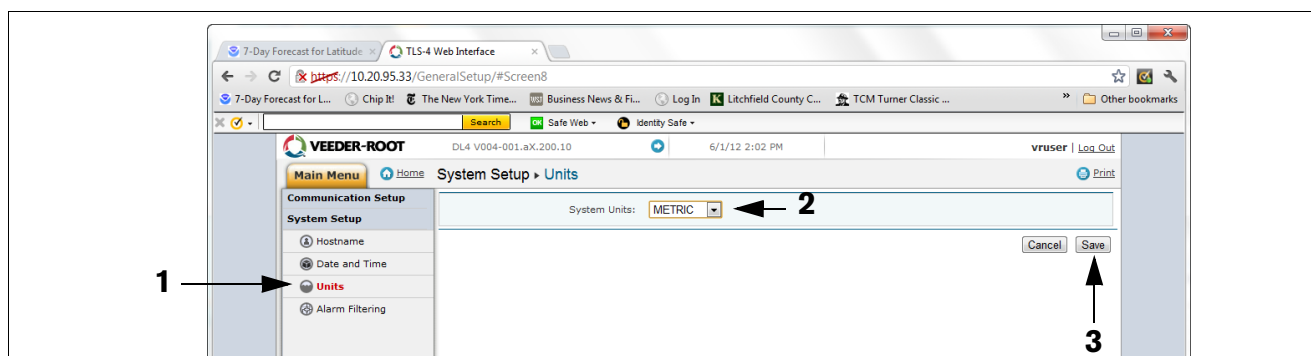

Abbildung A-12. Systemeinheiten auswählen
14. Klicken Sie im Menü System Setup auf die Seite "Units" (1), wählen Sie die gewünschten Einheiten aus (2) und klicken Sie auf "Save" (3) (siehe Beispiel Abbildung A-12.).